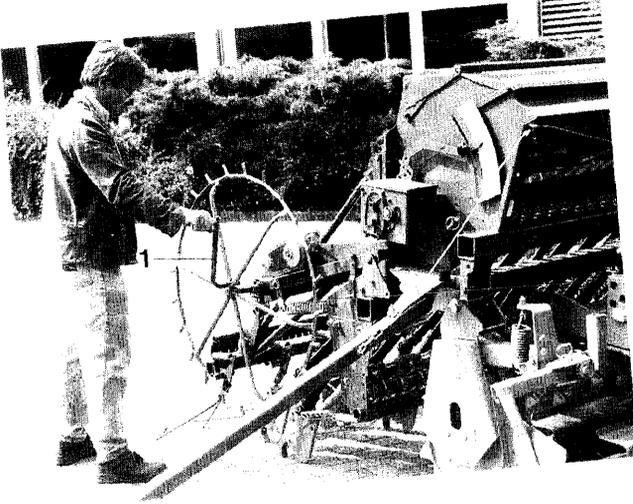
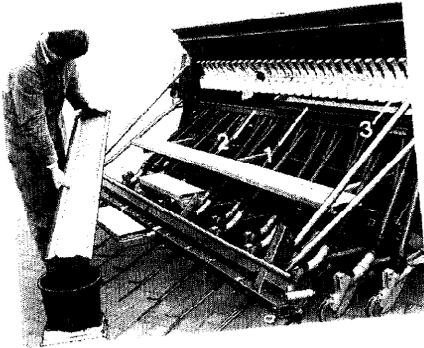

Fig. 38
Fig. 39
- Abdrehmulden (Fig. 39/1) auf die Trichterschiene (Fig. 39/2) stellen.
- Abdrehkurbel (Fig. 38/1) in die Aufnahme am Sporenrad stecken und rechts herum drehen, bis Saatgut aus allen Sägehäusern (Fig. 39/3) in die Abdrehmulden fällt. **Abdrehmulden vor der Abdrehprobe durch Drehen der Abdrehkurbel einmal füllen und anschließend in den Saatkasten entleeren.** Bei Feinsämereien brauchen die Abdrehmulden nicht ganz gefüllt werden; es reichen ca. 200 Kurbelumdrehungen.
- Die Saatgutmenge wiegen (Fig. 39), die während der Abdrehprobe von den Abdrehmulden aufgefangen wird.